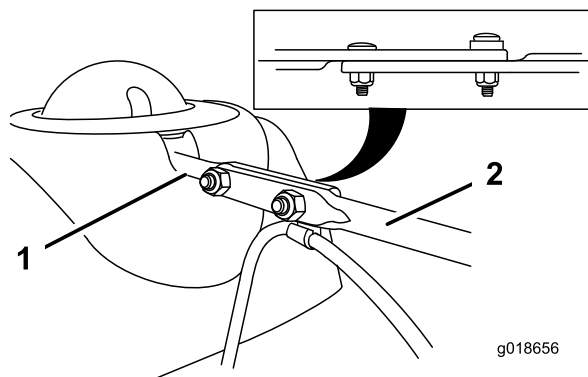

Figura14
3. Aliniați capătul posterior plat al tijei lungi de control cu capătul frontal plat al tijei scurte care se extinde din panoul de comandă astfel încât acestea să fie poziționate împreună (Figura14).